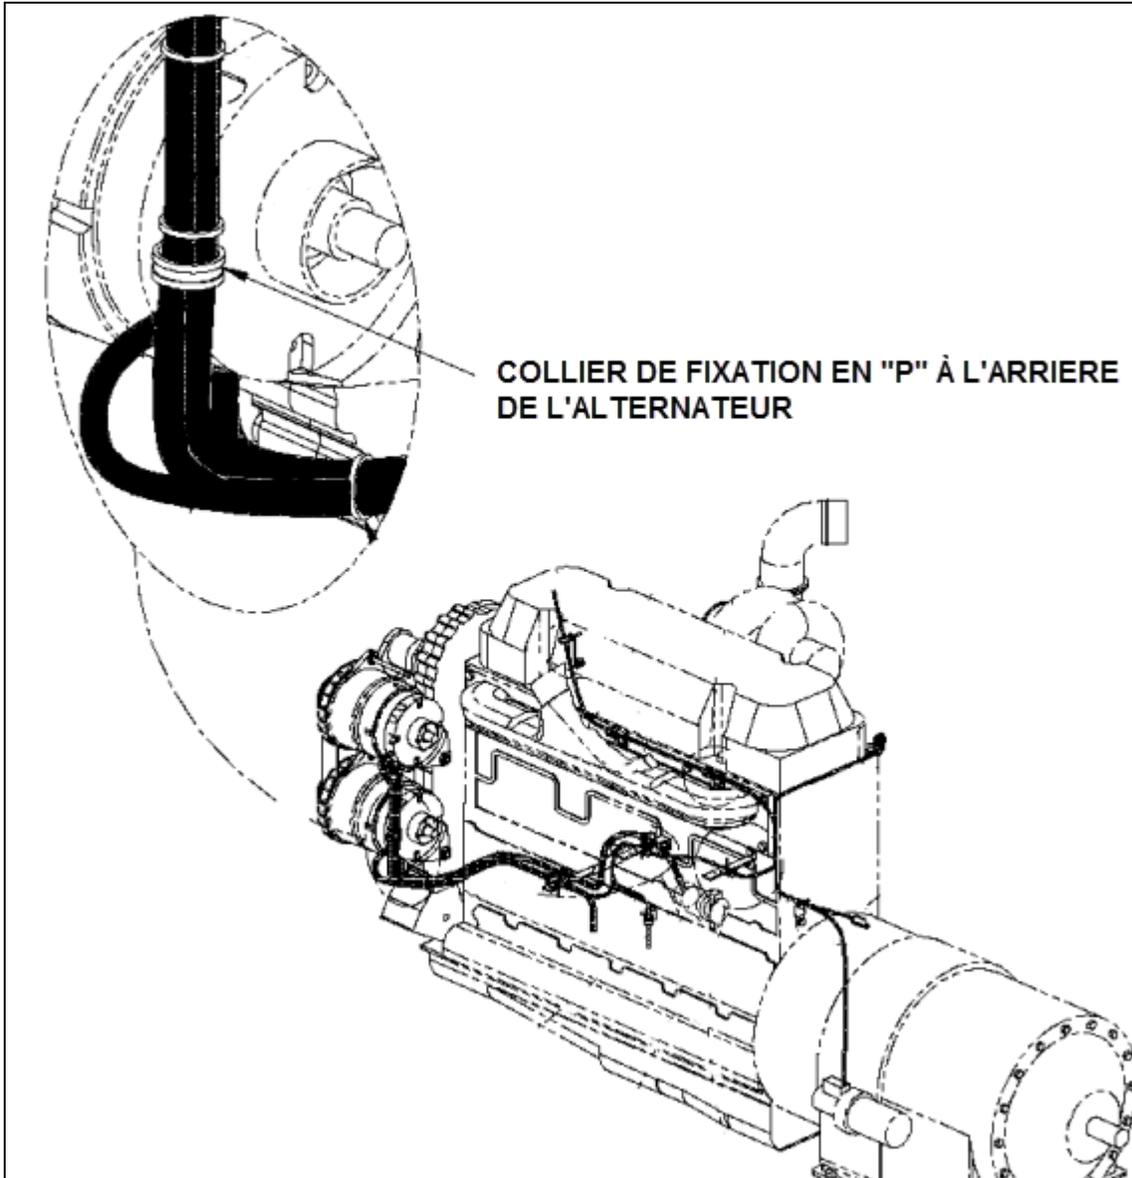

Fig.3 Détails de l'installation d'une bride en P sur un alternateur inférieur BOSCH T1
2. Accéder à l'arrière des alternateurs et vérifier la présence de brides en P fixées directement au boîtier des alternateurs (Fig.3 et 4).
NOTE : Sur la majorité des véhicules présentant le problème, la bride en P sera positionnée (vu de l'arrière des alternateurs) au coin supérieur gauche de l'alternateur inférieur (Fig.3 et 5). Néanmoins, vérifier les deux alternateurs.